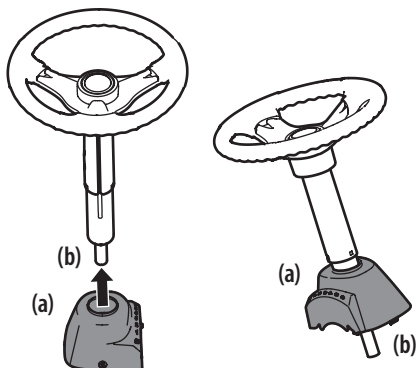

Figure 2
1. Faites glisser le capuchon sur la colonne de direction de façon que, lorsque l'arbre de direction est installé sur la tondeuse à siège, le capuchon se présente comme ci-dessous. Voir la Figure 2.